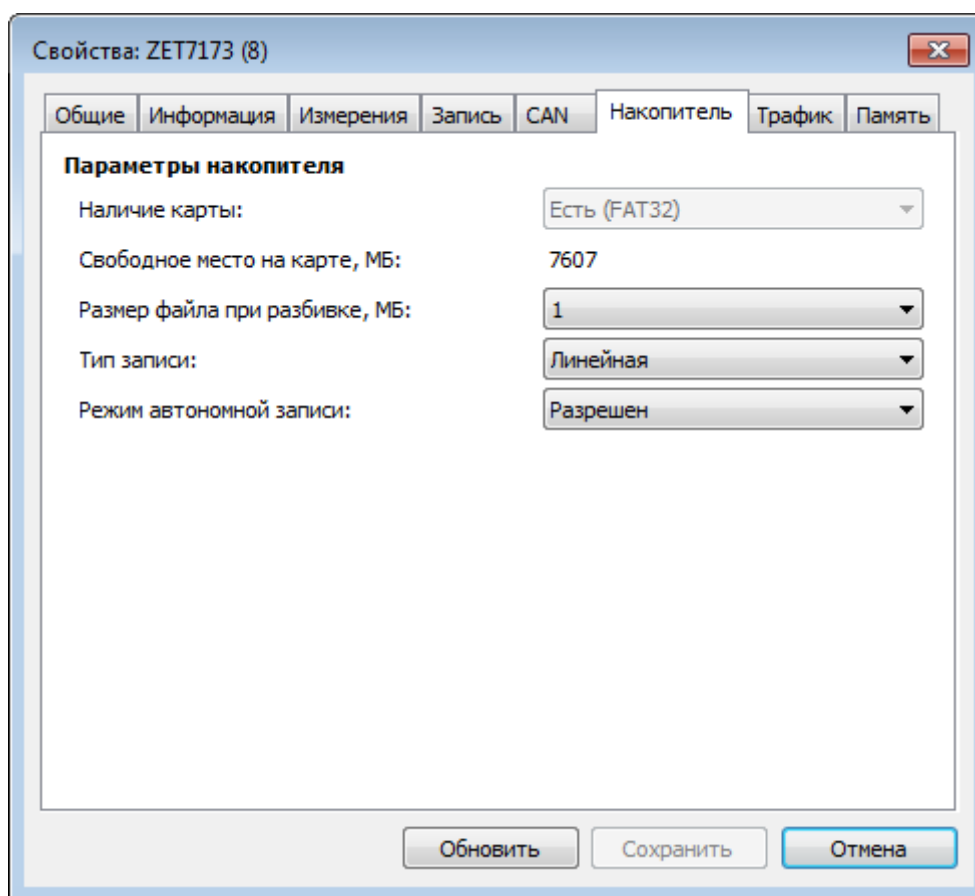

Рис. 2.13 Вкладка «Накопитель»
1. Зайти во вкладку «Накопитель» (Рис. 2.13), расположенную в меню «Свойства» цифрового регистратора ZET 7173.